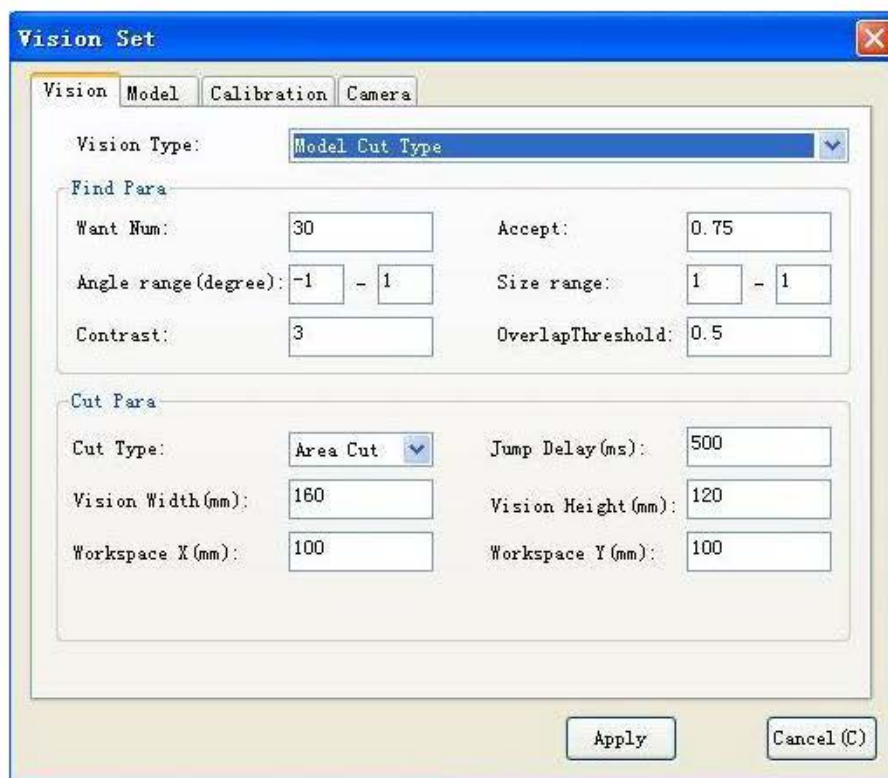

Fig. 3-69
- A. Clique no botão "", selecione a aba "visão" na caixa de diálogo de ajuste de visão, e a interface aparecerá como mostrado na Fig. 3-69: